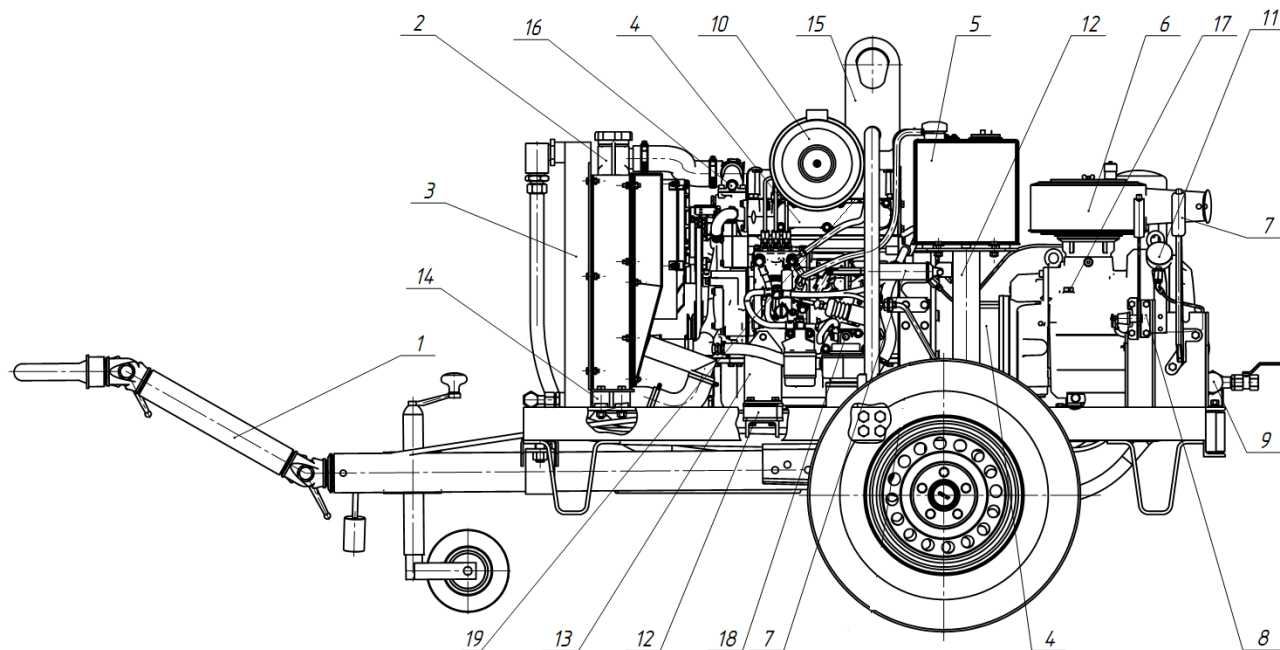

Рисунок 2 (кожух не показан)
Станция (рис. 2) состоит из винтового модуля EVO-6NKG (6), дизеля 3LD-16 (4), системы регулирования производительности, блока охлаждения (2,3), ходовой части (1), кожуха (рис.4), электрооборудования с системой аварийной защиты (16,17,18,19), щита приборного, топливной системы.
Топливная система состоит из бака топливного 5 (см. рис.2) с датчиком уровня топлива и трубопроводов. Горловина бака закрыта пробкой. Давление внутри бака, близкое к атмосферному, поддерживает клапан .
Топливо из бака топливного 5(см.рис.2) поступает в топливные фильтры дизеля, а затем, в насос топливный, перекачивающий топливо к форсункам, через которые оно впрыскивается в цилиндры дизеля.